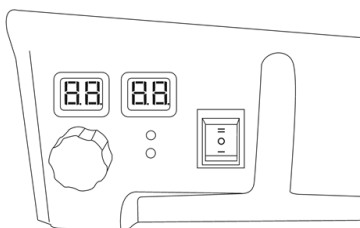

Figura 4
2. Aprire la valvola del gas e portare l'interruttore di alimentazione in posizione "II". Il display sinistro mostra la temperatura impostata e quello destro la temperatura ambiente. La stufa si accende automaticamente quando la temperatura impostata è superiore alla temperatura ambiente (vedere Figura 4).